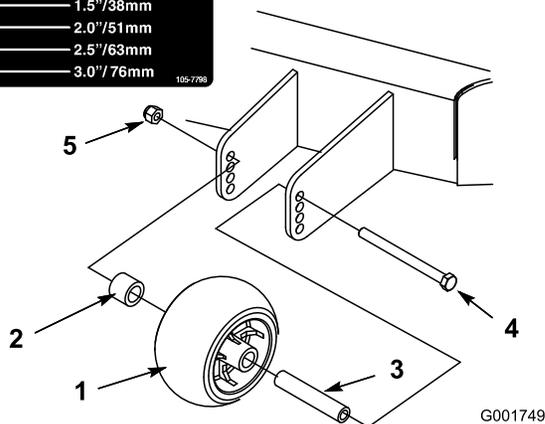

Figure 23
3. Lorsque la hauteur de coupe est réglée, enlevez l'écrou à embase, la bague, l'entretoise et le boulon (Figure 23).
4. Choisissez le trou qui convient pour que le galet extérieur se trouve le plus près possible de la hauteur de coupe correspondante voulue (Figure 23).
5. Posez le galet extérieur, la bague, l'entretoise, le boulon et l'écrou (Figure 23).